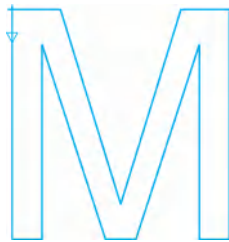

图 8-65 选择加工边界
1) 选择【刀路】/【挖槽】命令，系统弹出【线框串连】对话框，选取刚调出来的字母 M 封闭轮廓，如图 8-65 所示，单击【确定】按钮 。